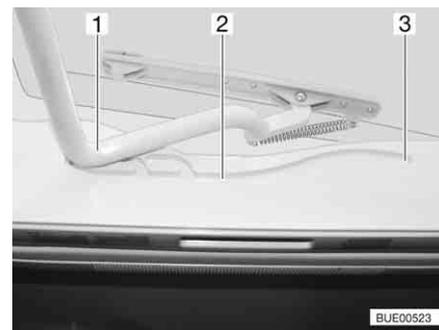

Fig. 55 Claraboya Heki, guía
- Tirar la horquilla (Fig. 55,1) en las guías (Fig. 55,2) hasta la posición trasera final (Fig. 55,3).
- Empujar el estribo (Fig. 55,1) ligeramente hacia arriba con ambas manos.
- Tirar el estribo en las guías (Fig. 55,2) hasta la posición deseada.